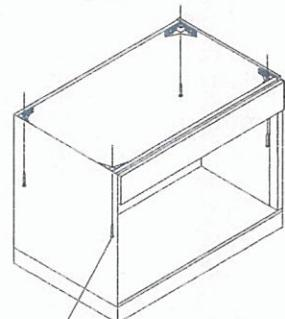

図9-3-1
(3) カウンターの固定
- ①キャビネット4隅の隅補強を介して所定のネジでカウンターを固定してください。(図9-3-1)